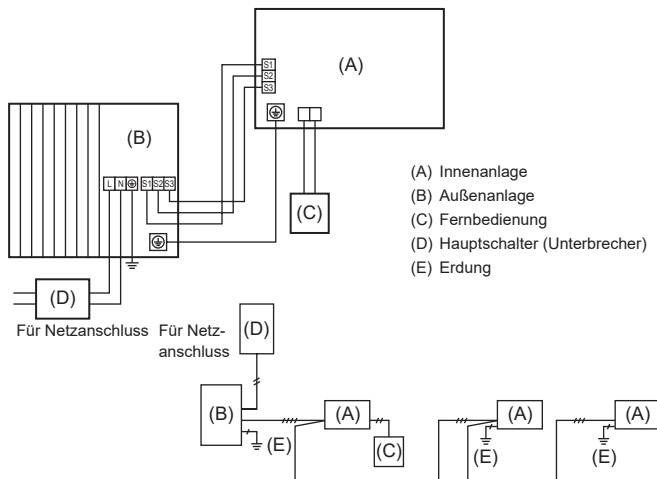
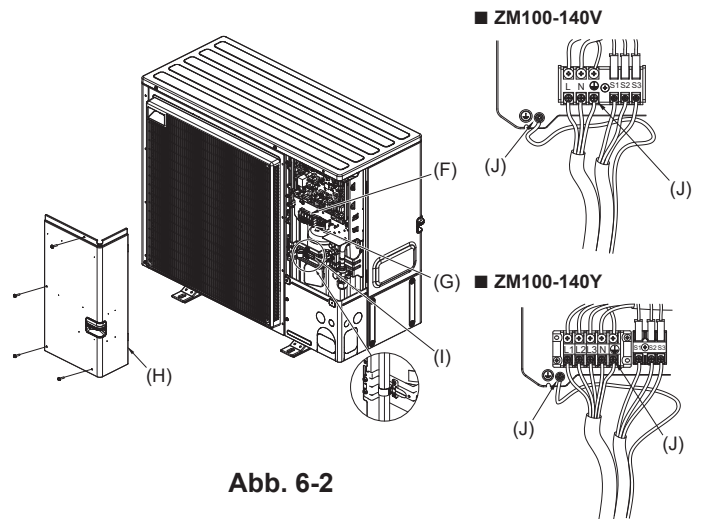

Abb. 6-1
Abb. 6-2
### 6.1. Außenanlage (Abb. 6-1, Abb. 6-2)
(1) Die Bedienungsplatte abnehmen.
(2) Die Kabel gemäß der Abb. 6-1 und der Abb. 6-2 verdrahten.